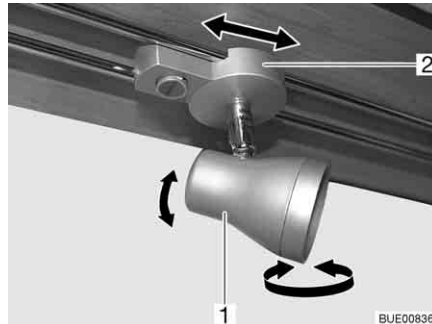

Bild 57 Spotleuchte
**Drehen:** ■ Gehäuse (Bild 57,1) fassen und drehen.
**Verschieben:** ■ Halterung (Bild 57,2) fassen.